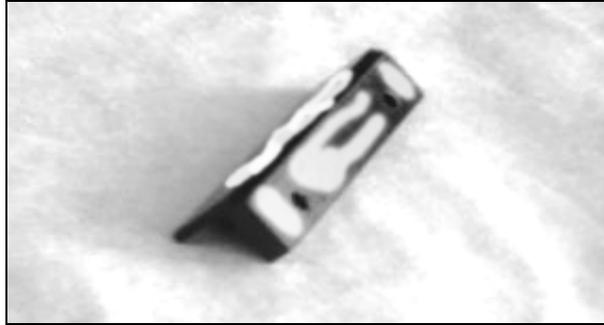

FIGURE 5: FILETS DE COLLE (PIÈCE B)
coller, (Fig. 5) et l'endroit où elle sera installée. Apprêter aussi légèrement la surface où se trouvait la pièce existante (Pièce A).
13. Appliquer la colle fournie Methacrylate #682444 aux endroits illustrés sur la nouvelle pièce (Pièce B). (Fig. 5) Appliquez-la en cordons d'au minimum 1/8" de large. Boucher aussi les trous laissés par les vis de fixation de la pièce existante (Pièce A) avec la colle.
15. Laisser la colle durcir avec la fenêtre ouverte pour au moins quatre (4) heures. Visser ensuite la pièce avec les 2 vis fournies.